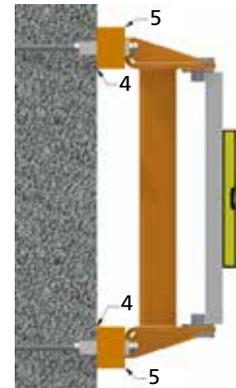

Abb.39
- d. Die perfekte Ablotung wird, falls erforderlich, durch das Einsetzen entsprechender Zwischenstücke 4 unter die vorderen Bügel 5 erreicht (nicht im Lieferumfang enthalten) (Abb. 39).